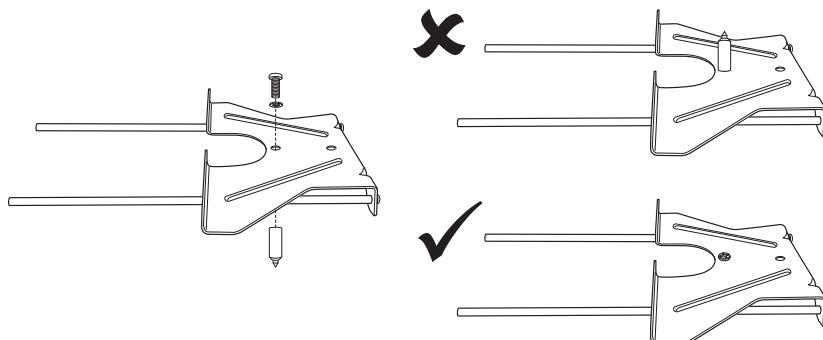

Fig. 9a
- > Alinee el roscado de la punta de la espiga de centrado (20) con uno de los orificios de montaje en la guía paralela (18).
- > Fije la conexión con la arandela de presión y el tornillo utilizando un destornillador de estrella adecuado (Fig. 9a).